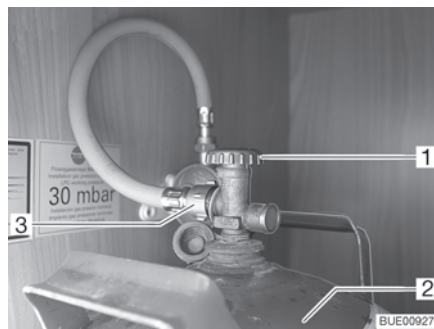

Fig. 114 Compartiment à gaz
- Fermer le robinet principal (Fig. 114,1) de la bouteille de gaz (Fig. 114,2). Observer le sens de la flèche.
- Dévisser la lyre (Fig. 114,3) de sur la bouteille de gaz.